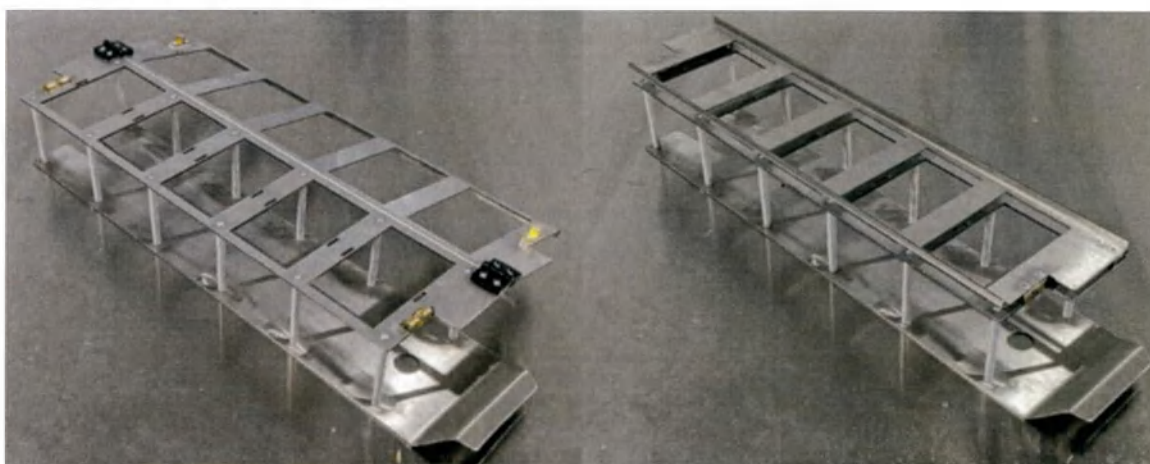

Рис. 7. Модуль хранения наконечников: слева – с открытой крышкой, справа – с закрытой крышкой.
5.5.2. Модуль хранения наконечников (Рис. 7) представляет собой раму с откидной крышкой, в которую устанавливают штативы с одноразовыми наконечниками. Крышка предназначена для фиксации штативов в раме. Модуль позволяет установить до пяти штативов по 96 наконечников.